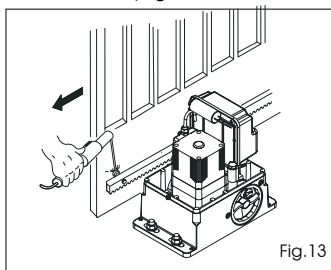

Fig. 13
- 3) Poser horizontalement sur le pignon le premier élément de la crémaillère et souder le cliquet taraudé sur le portail d'après la Fig. 13.